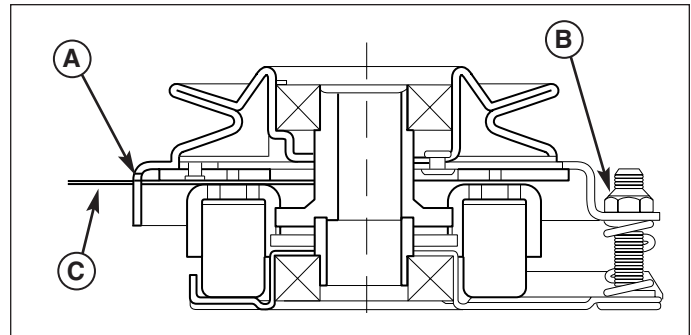

Figure 25. Réglage de l'embrayage de la PDF
3. Insérer une jauge d'épaisseur de 2,5 - 4,0 mm (C) dans chaque orifice en plaçant la jauge entre la face du rotor et la face de l'induit (figure 25).